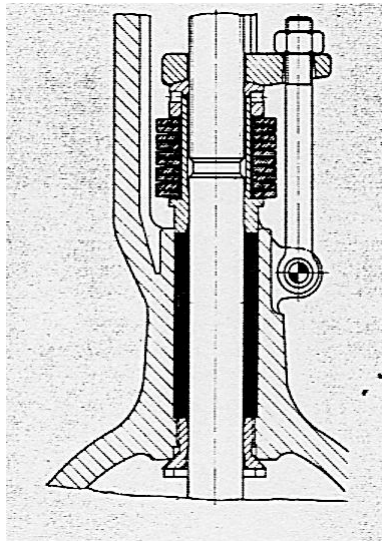

figure 13 : presse garnitures [1]
- **Presse garnitures** (voir figure 13): Dispositif assurant l'étanchéité dynamique qui est placé entre le chapeau et la tige. Son principe est la compression de garnitures, généralement en PTFE, pour diminuer le jeu entre la paroi et la tige par contact direct. Cet accessoire est particulièrement important pour limiter les émissions fugitives. Ainsi de nombreuses variantes existent pour améliorer ses caractéristiques d'étanchéité.